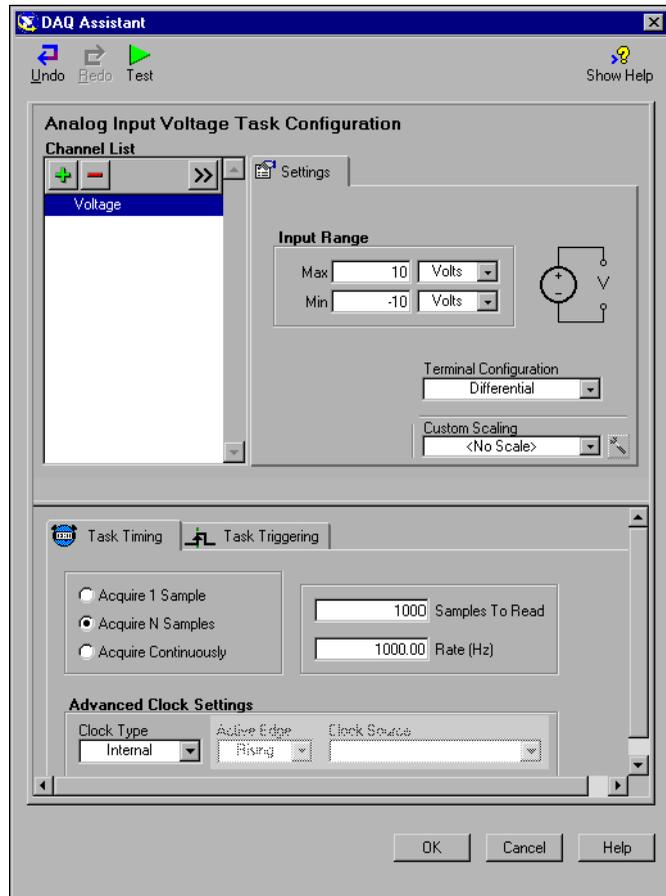

Abbildung 4-1. Konfigurieren eines Tasks mithilfe des DAQ-Assistenten
5. Legen Sie im Listenfeld **My Physical Channels** fest, mit welchem physikalischen Kanal das Signal verbunden ist, beispielsweise **ai0**, und klicken Sie anschließend auf die Schaltfläche **Finish**. Der DAQ-Assistent öffnet ein neues Fenster mit diversen Optionen zum Konfigurieren des von Ihnen gewählten Kanals (vgl. Abbildung 4-1).